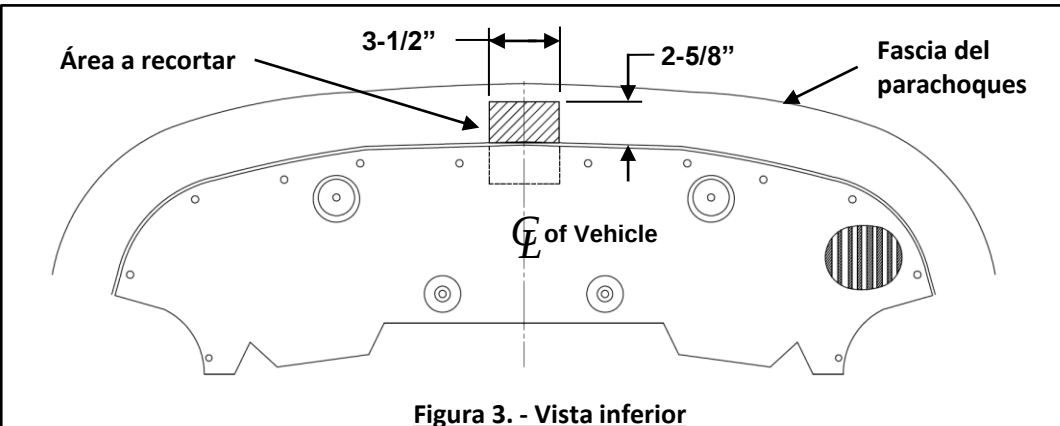

Figura 3. - Vista inferior
- Recorte la fascia del parachoques** - Mida, marque y corte una muesca en la parte inferior central de la fascia del parachoques de aproximadamente 3-1/2" de ancho por 2-5/8" de profundidad. **Ver figura 3.**